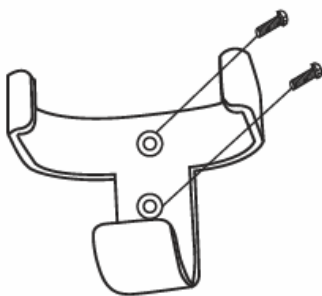

Fig. 12a
1. Elija un lugar apropiado de una pared para fijar el portamandos con 2 tornillos. (Fig.12a).